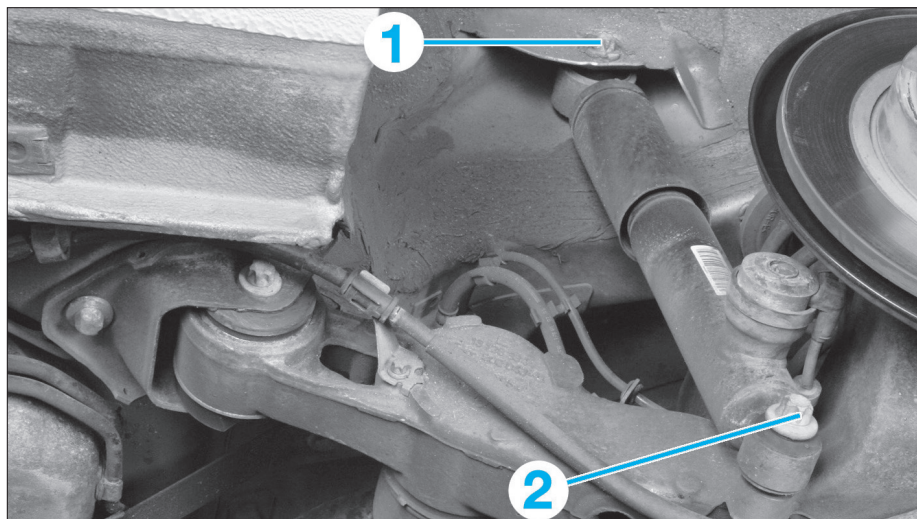

FIG. 12
- Déposer la vis de fixation supérieure (1) d'amortisseur (fig. 12).
- Déposer la vis de fixation inférieure (2) de l'amortisseur.